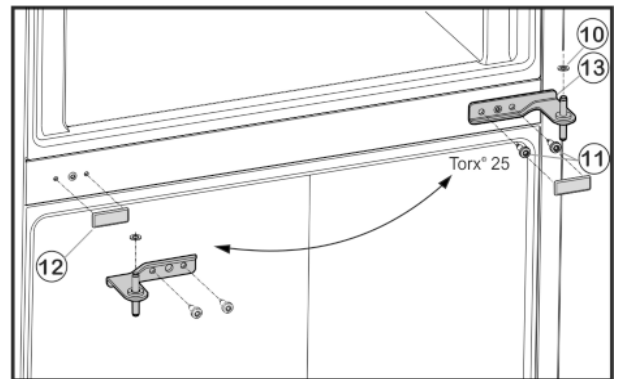

Fig. 5
- ▶ Befestigungsschrauben Fig. 5 (11) abschrauben (2 mal Torx® 25) und Lagerbock Mitte aus der unteren Tür herausziehen.
- ▶ Kunststoffscheibe Fig. 5 (10) abnehmen.
- ▶ Abdeckung Fig. 5 (12) vorsichtig abziehen.
- ▶ Abdeckung Fig. 5 (12) auf der Gegenseite wieder aufsetzen.
- ▶ Lagerbock Mitte *Fig. 5 (13)* um 180° gedreht in die untere Tür einsetzen und mit Befestigungsschrauben *Fig. 5 (11)* (2 mal Torx® 25) auf die neue Scharnierseite **fest (mit 4 Nm)** anschrauben.
- ▶ Kunststoffscheibe *Fig. 5 (10)* wieder aufsetzen.
- ▶ Obere Tür auf den Lagerbock Mitte *Fig. 5 (13)* setzen.